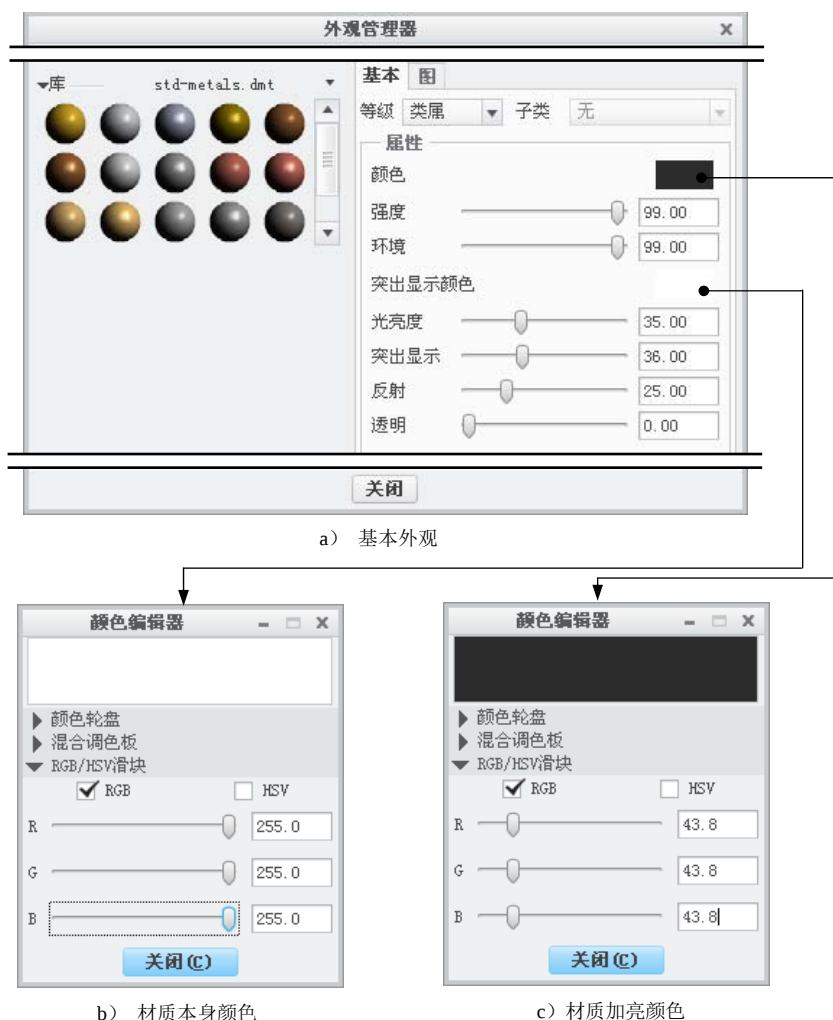

图 12.6.13 设置模型外观（操作流程图）
(1) 在对话框中，单击“创建新外观”按钮 ，并输入新外观的名称。
(2) 设置新外观的相关参数，参考图 12.6.13 a、图 12.6.13b、图 12.6.13 c。